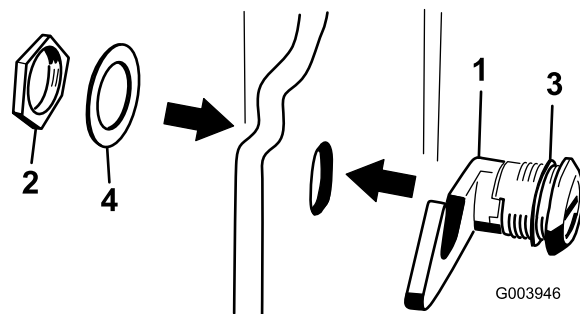

Figure 6
3. Retirez l'écrou du verrou du capot (Figure 6).
4. À l'extérieur du capot, insérez le côté crochu du verrou dans le trou du capot en veillant à ce que la rondelle d'étanchéité en caoutchouc reste à l'extérieur du capot (Figure 6).